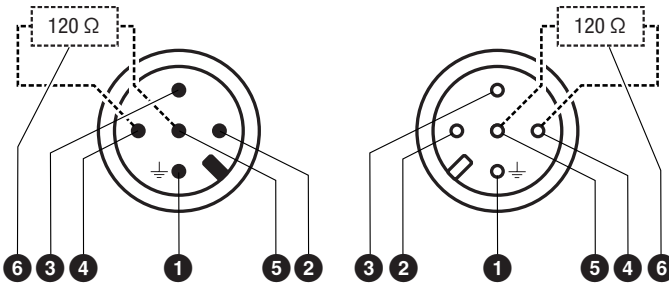

Fig. 10
L'électrode de mesure de conductibilité est équipée de connecteurs de capteur M12, 5 pôles, code A, affectation **Fig. 10**. Des câbles de commande préconfectionnés en différentes longueurs (avec connecteur et couplage) sont disponibles en tant qu'accessoires pour relier les appareils bus.
Si les câbles de commande préconfectionnés ne sont pas utilisés, il convient de raccorder les connecteurs et les prises de raccordement des lignes bus CAN conformément au plan d'affectation **Fig. 10**.
- Veuillez raccorder le blindage de la ligne de bus à la broche 1 Fig. 10.